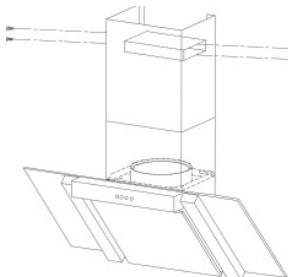

Рис. 12
- Закрепите Т-образный элемент во внутреннем коробе воздуховода, см. рис. 12.